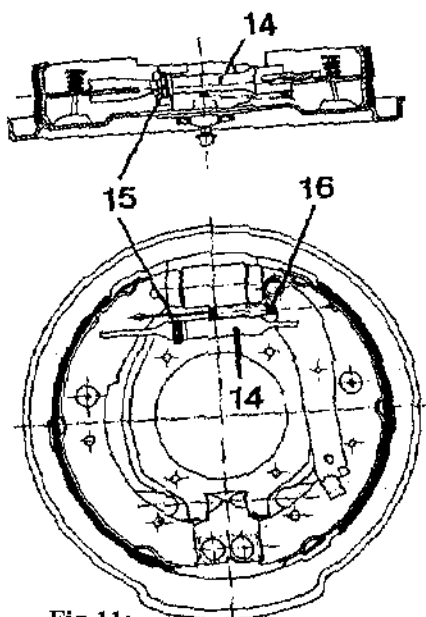

Fig 11:
- Ecarter les segments au maximum à leur partie supérieure et mettre en place le poussoir (14) (fig 11) après avoir vissé l'écrou de rattrapage d'usure (15) jusqu' en butée sans le serrer. -
- Accrocher le ressort de rappel (16) sur le segment primaire. -
- Agir sur l'écrou de réglage (15) pour obtenir la cote désirée -